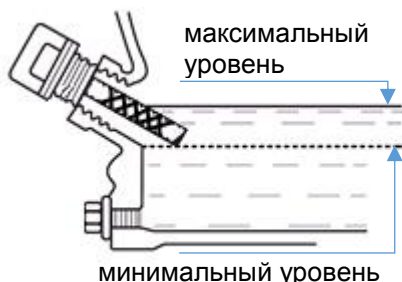

Рис. 11
4. При недостаточном уровне масла долейте используемое в данном двигателе масло до нижнего края патрубка. (см. рис. 11)